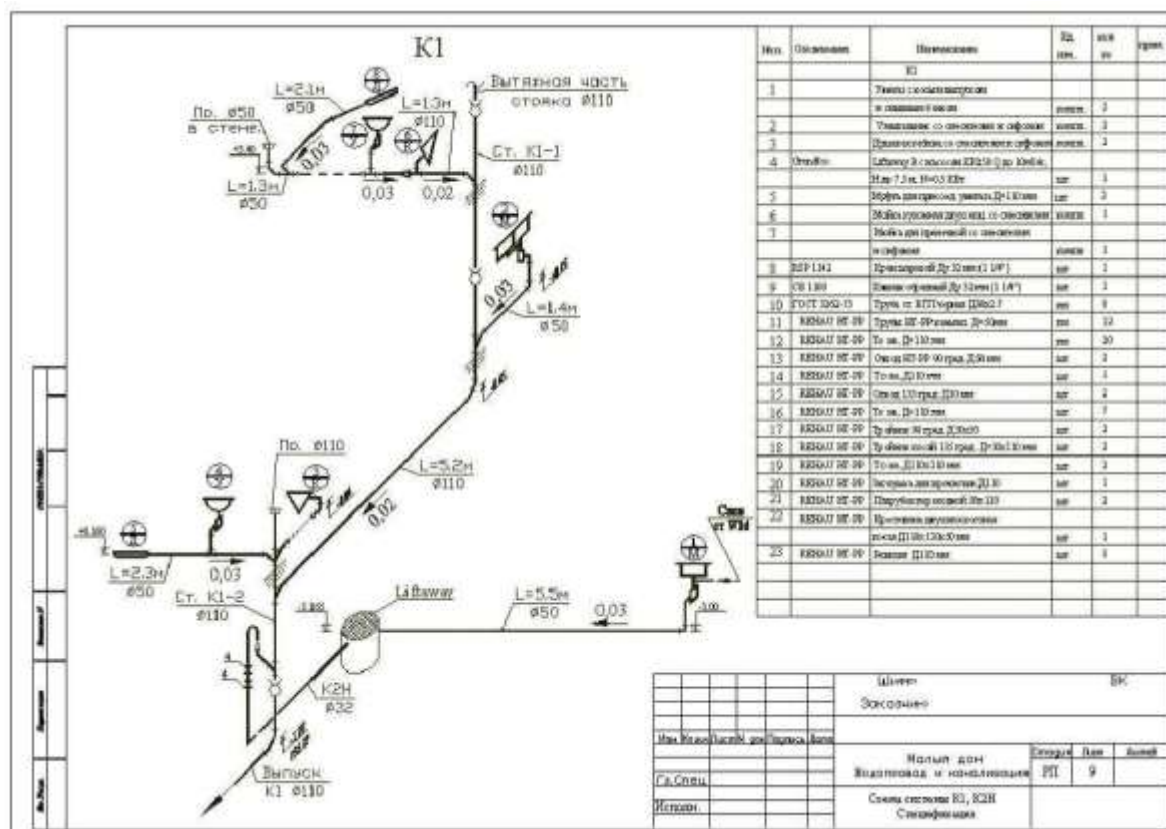

Рисунок 5.2 – Аксонометрическая схема внутреннего водопровода
9. На аксонометрической схеме указываются отметки этажей, уклон и диаметр магистрального трубопровода, обозначаются стояки с указанием их диаметров, рис.5.2.